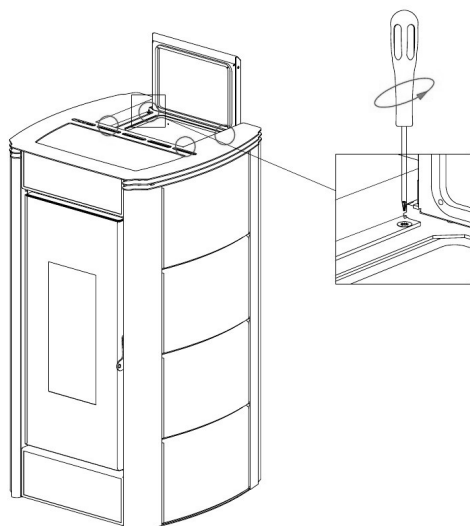

Fig. 33 - Usuwanie śrub
- Zdjąć pokrywę: odkręcić 4 górne śruby (patrz **Fig. 33**).